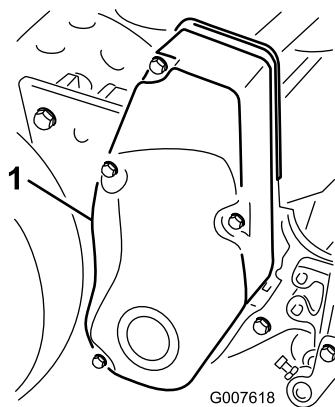

Figura 35
1. Retire a cobertura dos parafusos de montagem da correia e a cobertura da correia (Figura 35).